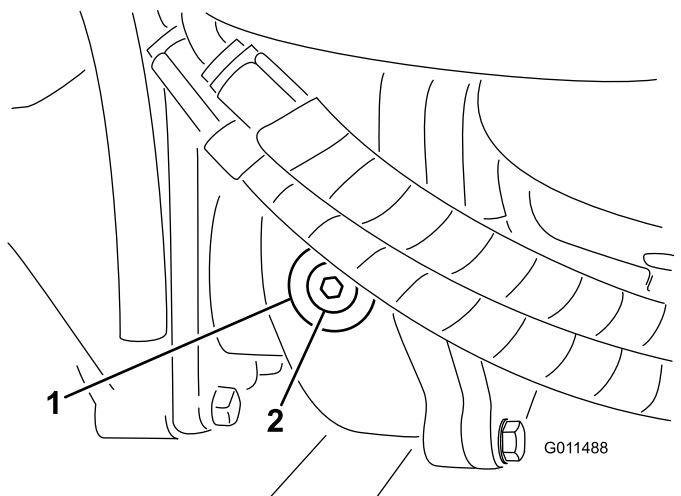

Figura 85
2. Retire el tapón de verificación/llenado del lado izquierdo de la caja de engranajes y asegúrese de que el lubricante llega al borde inferior del orificio (Figura 85).